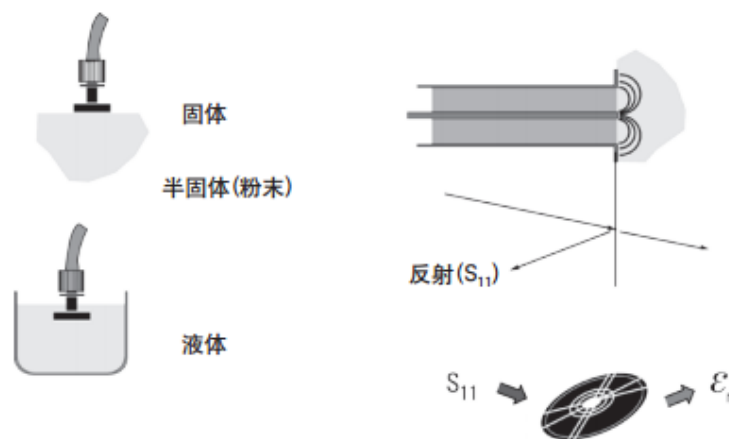

图 1.同轴探头法
3. 掌握同轴探头法测量不同液体的宽带介质常数和电导率的原理和方法：如图 1 所示，同轴探头是传输线截断后的一部分，通过将探头浸入液体的平坦表面，对液体进行测量。电磁波会沿着探头传播，并进入液体中，同时有一部分电磁波能量会被反射回探头。这样就能通过测量探头上的反射信号  $S_{11}$ ，然后根据  $S_{11}$  与液体介电常数及电导率之间的关系来推导出液体在宽频带内的介电常数和电导率。